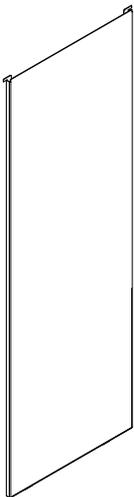
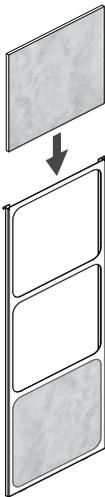

Figure 17.1
Figure 17.2
Votre appareil est expédié avec deux options de côtés, l'une est un panneau latéral complet (Figure 17.1) et un panneau latéral à tuiles (Figure 17.2). Il y a deux chacun et il n'y a aucun côté droit ou gauche, ceux-ci pouvant donc être changés à tout moment.
2. Empilez les tuiles incombustibles dans le cadre, comme il est indiqué à la Figure 17.2.